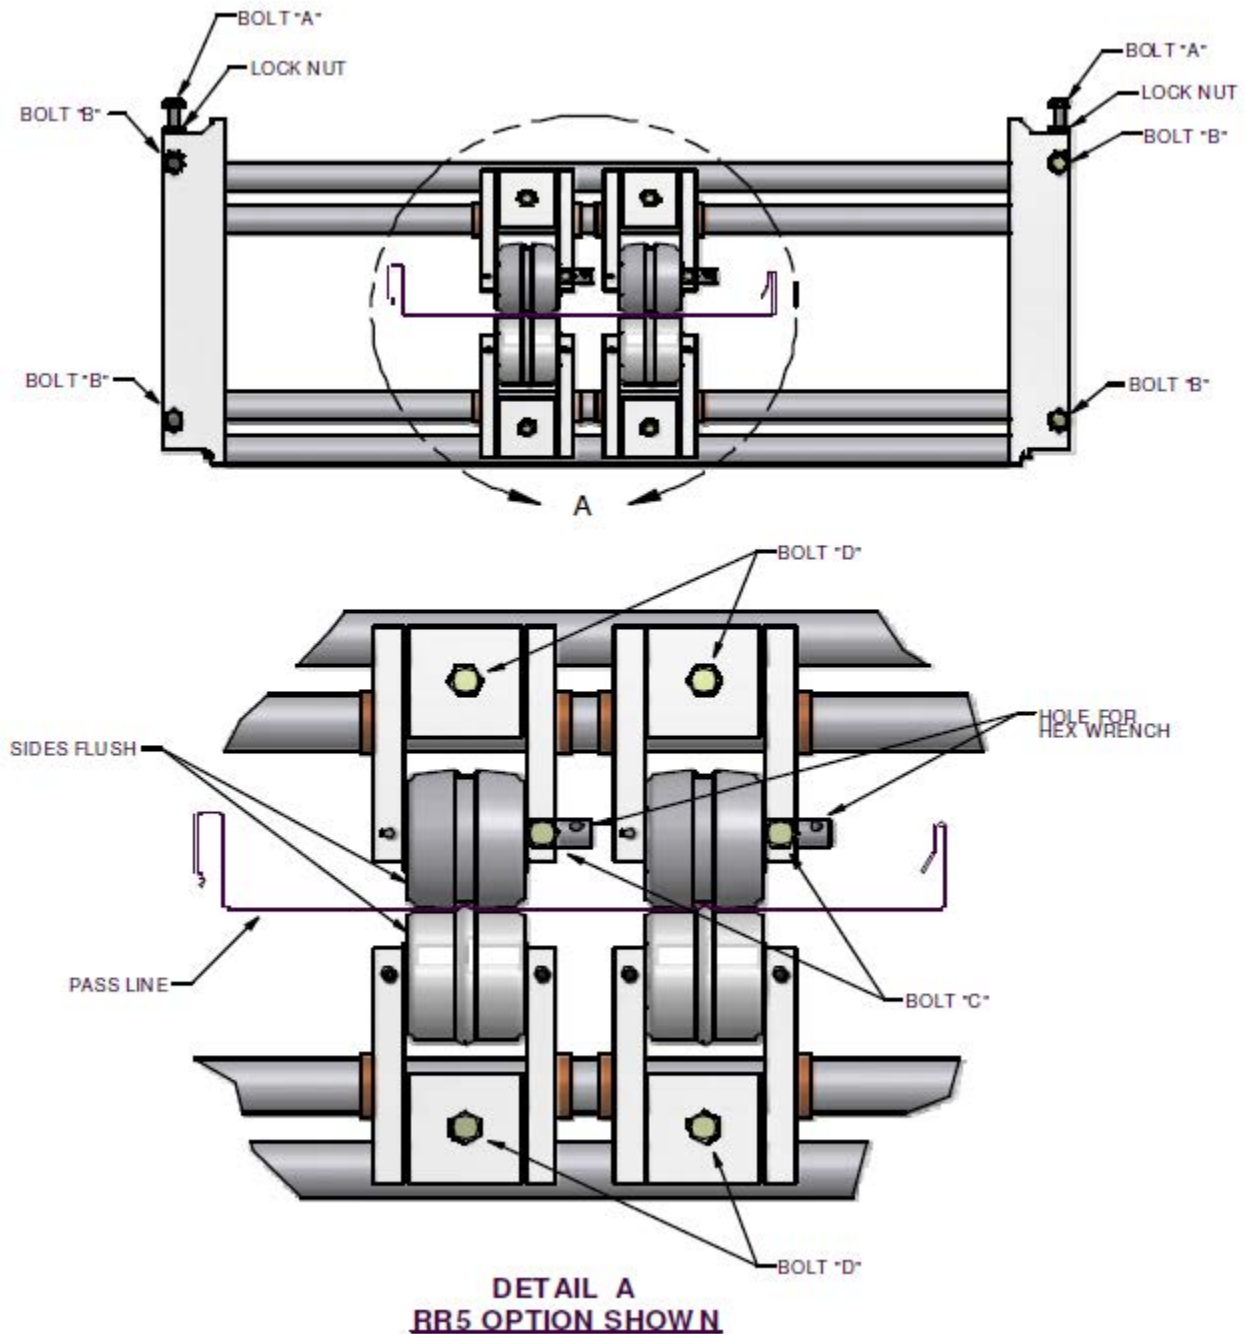

Ilustración 34: Cambio de anchura de bordonera.
9. Afloje los pernos en la parte superior e inferior del ensamble de bordonera (Ilustración 34) y deslice cada rodillo a la izquierda o derecha para centrarlos en las marcas 4" y 8" realizadas en el panel.